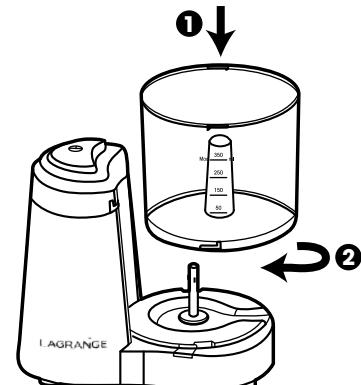

Abb. 1
- \* Bringen Sie die Schüssel für die Nahrungsmittel am Hauptteil der Hackvorrichtung an. Lassen Sie die Schüssel durch Drehen im Uhrzeigersinn bis zum Anschlag des Verriegelungsschlitzes einrasten (Abb. 1).